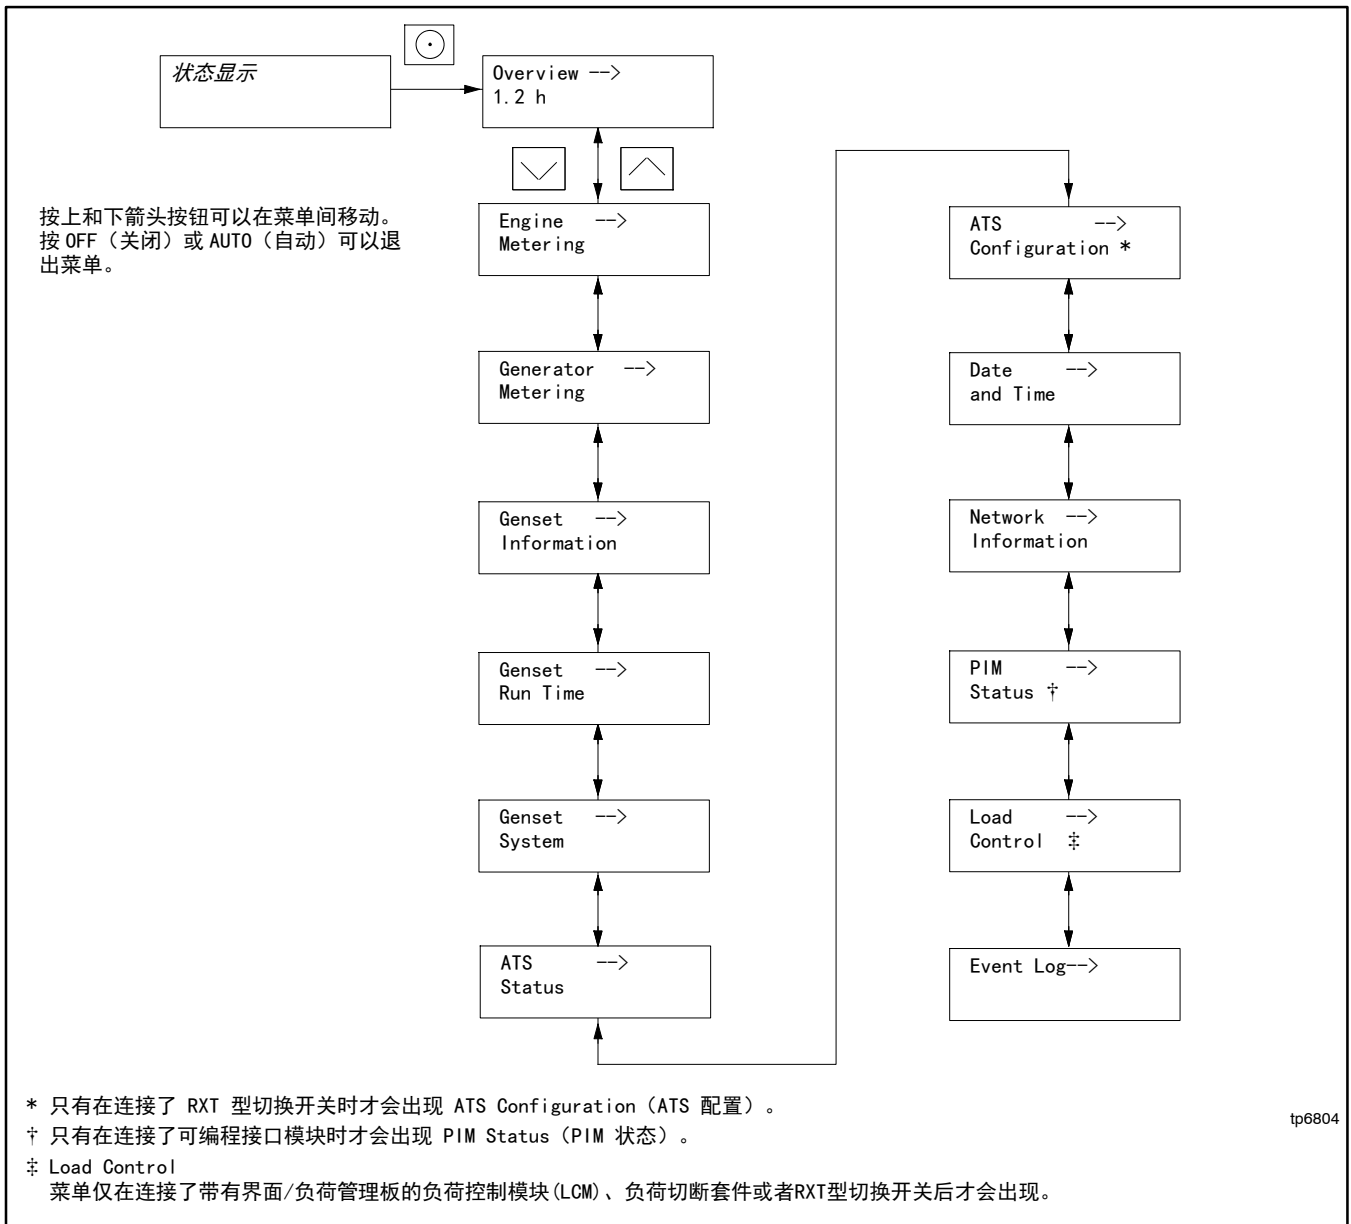

图 3-9 RDC2 主菜单
2. 按下箭头按钮直到显示所需的菜单。本示例中以 Genset System（发电机组系统）菜单为例。请参阅图 3-9。
请参阅图 3-9。本示例以日期和时间为例。
2. 按选择按钮可以转至主菜单。请参阅图 3-9。
按一次选择按钮可以调出主菜单。此时将显示 Overview（概览）。请参阅图 3-9。按下箭头以转到下一个菜单，即 Engine Metering（发动机计量）。使用上和下箭头按钮可以朝上或朝下浏览图 3-9 所示的菜单。